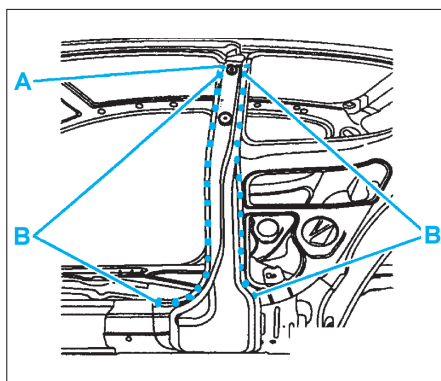

FIG. 65
- par cordons successifs en A au MIG (Fig.65),